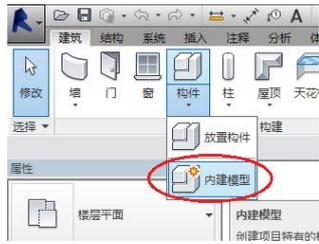

图 9-7 “内建模型”工具
•• 点击“建筑”选项卡“构建”面板“构件”下来菜单“内建模型”工具（图 9-7）。在弹出的“族类别和族参数”对话框中选择“楼板”，点击“确定”。在弹出的“名称”对话框中填写“散水”，点击“确定”。